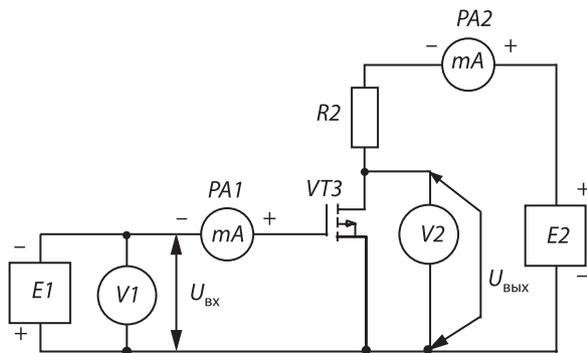

Рис. 3.4
9. Собрать схему, изображенную на рис. 3.4, установить $R1 = 100\text{Ом}$ и повторить операции п.п. 3–5, устанавливая $E2 = 20\text{ В}$ и 25 В .